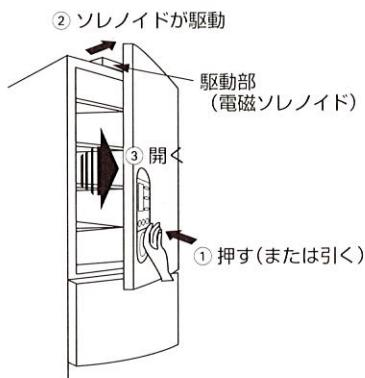

図3. タッチオープンドア”
(4) 大型扉や引出し扉を開く力を軽くするために、図3に示すように開閉頻度が多い大型の冷蔵室扉には電動アシストの“タッチオープンドア”を、野菜室と冷凍室の引出し式の扉には“てこ”を応用した“お手軽ハンドル”を採用して、使用者の負担を軽減した。
(5) 切替ルームの機能向上のため、昨年は、ワインの飲みごろの温度である約8°Cから、野菜保存用の約5°C、冷蔵(約2°C)、チルド(約0°C)、パーシャル(約-3°C)及び約-18°Cの冷凍までの6段階切替えであったが、今回は、昨今の食生活に対応した新たな温度帯である-7°Cのソフト冷凍を加え7段階切替えとし、より多様化する生活シーンに対応できるようにした。